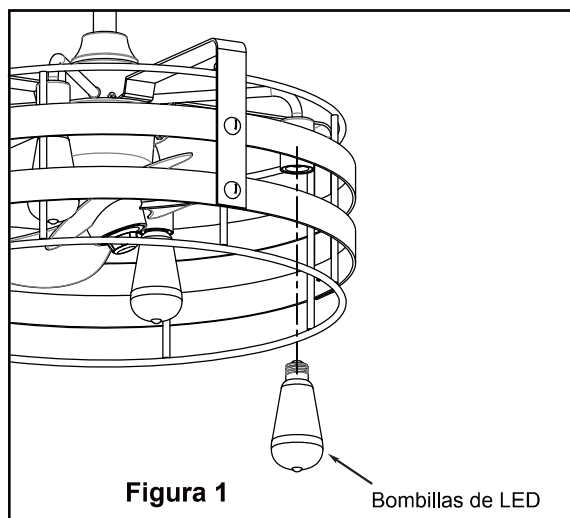

Figura 1
- IMPORTANTE:** El uso de un interruptor de atenuación de rango completo para controlar la velocidad dañará el ventilador. Para reducir el riesgo de incendio o descarga eléctrica, no utilice un interruptor de atenuación de rango completo para controlar la velocidad del ventilador. (Figura 1)